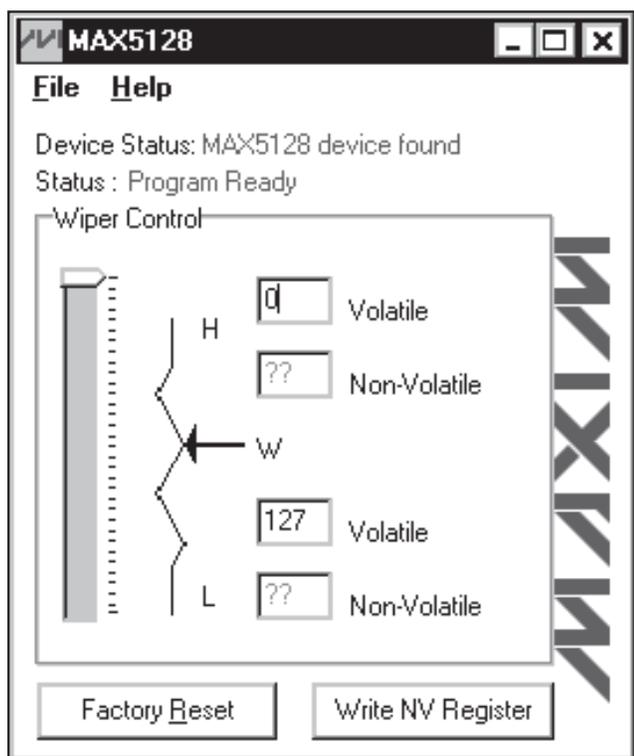

図1. MAX5128のEVキットソフトウェアのメインウィンドウ
- スタート|プログラムメニューを開き、EVキットソフトウェアを起動します。このEVキットソフトウェアのメインウィンドウが表示されます(図1を参照)。
GUIの各ボタン(図1)は、ワイパ位置の設定またはデバイスのプログラミングに使用されるコマンドに対応しています。